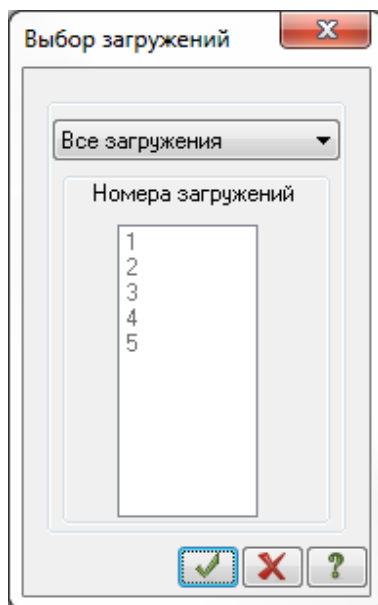

Рис.6.31. Диалоговое окно **Выбор загрузки**
- В новом окне **Выбор загрузки** (рис.6.31), при активной строке **Все загрузки**, щелкните по кнопке  – **Подтвердить**.